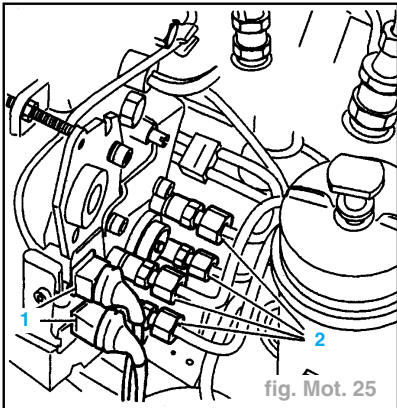

fig. Mot. 25
- Désaccoupler (fig. Mot. 25) :
- les connecteurs (1).
- Serrer les écrous (5) à 5 daN.m.
- les tuyauteries d'injection (2) (fig. Mot. 25).